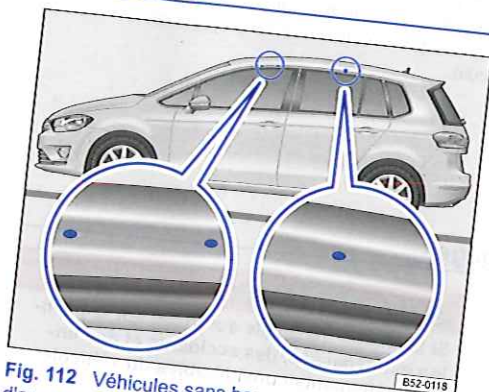
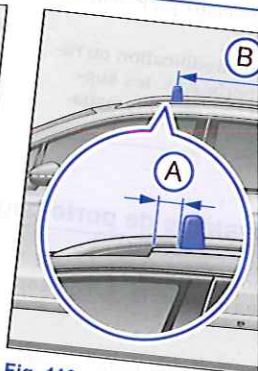

Fig. 112 Véhicules sans barres de toit : points d'ancrage des supports de base
Fig. 113 Véhicules avec barres porteuses
Les alésages et les repères de fixation se trouvent sur les faces inférieures des hauts de caisse et sont uniquement visibles lorsque la porte est ouverte → fig. 112.
- Montez toujours correctement les supports de base et les barres porteuses. Respectez à cet effet les écarts indiqués → fig. 112 ou → fig. 113.